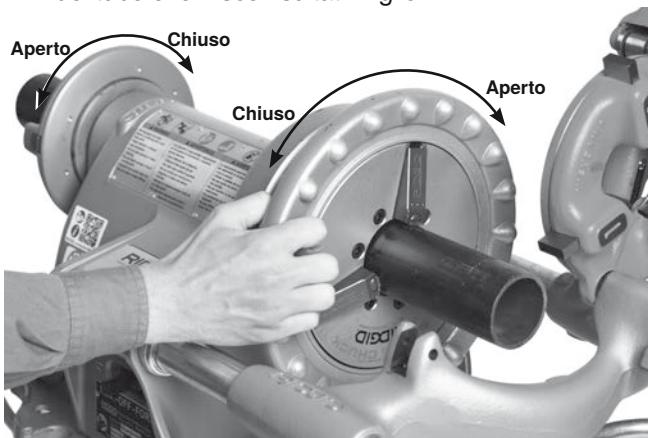

Figura 14 – Taglio con mandrino del tubo
4. Girare il dispositivo di centraggio posteriore in senso antiorario (visto dal retro della macchina) per chiuderlo sul tubo (*Figura 14*). Accertarsi che il tubo sia centrato negli inserti. Questa procedura aumenta il supporto del tubo e fornisce risultati migliori.
5. Girare il volantino del mandrino anteriore in senso antiorario (visto dal lato anteriore della macchina) per chiuderlo sul tubo. Accertarsi che il tubo sia centrato negli inserti. Usare girate ripetute e potenti del volantino in senso antiorario per assicurare il tubo nel mandrino anteriore (*Figura 14*).